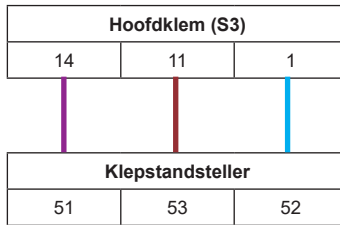

Fig. 27 Aansluitschema installatie klepstandsteller (8 kN+)
- 8 kN+: Sluit de aders van de bedradingsbundel van de potentiometer aan op de hoofdklemmenstrook (Fig. 27), en sluit de stekker van de potentiometer aan op de potentiometerbus op de klepstandstellerkaart onder verwijzing naar Fig. 25 "Installatie van de klepstandstellerkaart" voor meer informatie over het product. De kabelboom van de potentiometer moet door het midden van de klepstandstellerkaart worden gevoerd, zoals afgebeeld.
- 8 kN+: Sluit de DE kabelboom aan zoals aangegeven in Fig. 27 "Aansluitschema installatie klepstandsteller (8+ kN)"